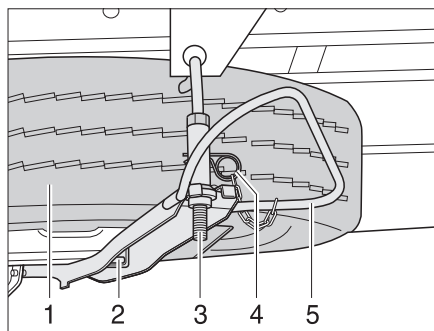

Fig. 272 Etrier de roue de secours (Iveco)
- Retirer la goupille fendue (Fig. 272,4).
- Presser l'étrier (Fig. 272,5) contre la roue de rechange et décrocher le support (Fig. 272,3).
- Desserrer l'écrou (Fig. 272,2) et enlever la roue de rechange (Fig. 272,1).